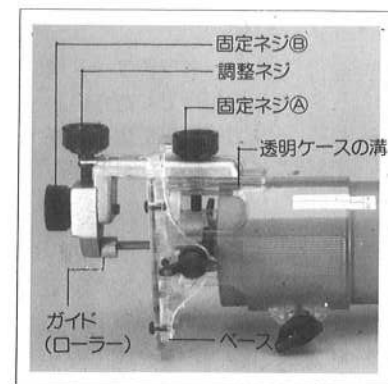

図9
- トリマガイドの調整は固定ネジⒹを少しゆるめて調整ネジを回して調整をしてください。(図9参照)